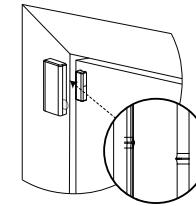

Figura 3: Posición del dispositivo y del imán en la puerta y el marco de la puerta
2. Coloque el dispositivo en el marco de una ventana o puerta y el imán en la superficie móvil de la propia puerta o ventana, alineado de acuerdo con las marcas de ubicación. Ver a Figura 3.
3. Añorte la base magnética a la puerta alineándola con el receptor. Ver a Figura 3.